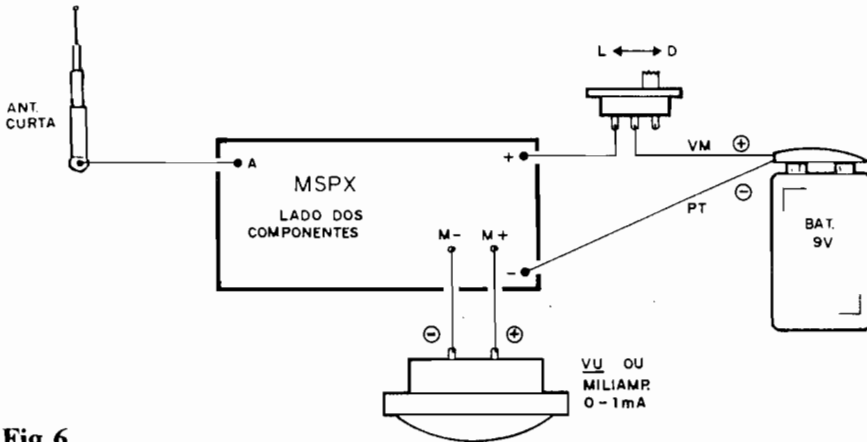

Fig. 6
- FIG. 6 - CONEXÕES EXTERNAS À PLACA - Ainda vista pelo lado não cobreado (só que agora **sem** as peças que ficam **sobre** a placa, para "despoiluir" o visual...), a placa é agora mostrada com suas conexões periféricas... ATENÇÃO à polaridade da alimentação (bateria), lembrando que o fio **vermelho** do "clip" corresponde ao **positivo** e o fio **preto** ao **negativo**... Notar ainda que a polaridade dos terminais do galvanômetro também deve ser obedecida... O interruptor simples deve ser intercalado no ramo **positivo** (fio **vermelho**) da alimentação... A anteninha é ligada ao ponto "A", através de um pedaço curto de fio... De um modo geral toda a cabagem externa à placa deve ser dimensionada tão curta quanto possível (obviamente sem que essa "curteza" venha a interferir ou dificultar a acomodação do conjunto na caixa escolhida), já que essa é uma boa norma geral, principalmente para circuitos que trabalhem com sinais de alta Frequência (como é o caso do MSPX).